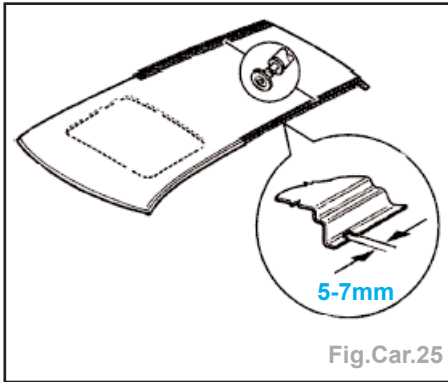

Fig.Car.25
- pour le soudage ultérieur par bouchonnage sous gaz de protection, il faut meuler dans le flasque horizontal de pavillon des encoches (voir agrandissement) à l'aide d'une meuleuse droite ou à disque (Fig.Car.25),